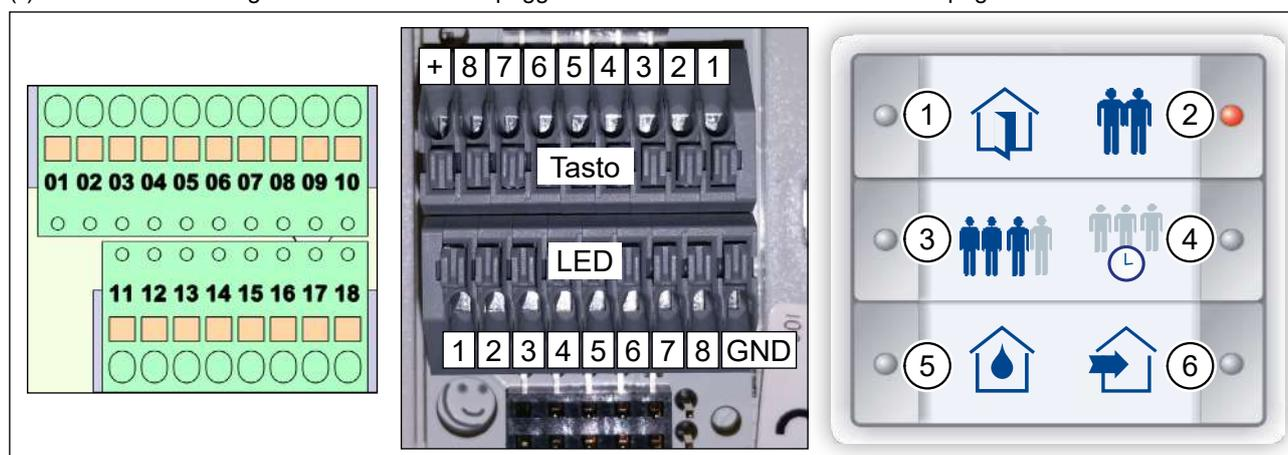

Fig. 31: Morsettiere sull'apparecchio di ventilazione, morsettiere del sensore a pulsante InControl, foglio di copertura
- ▶ Dopo il cablaggio inserire il foglio di copertura (Fig. 31) nel sensore a pulsante InControl.